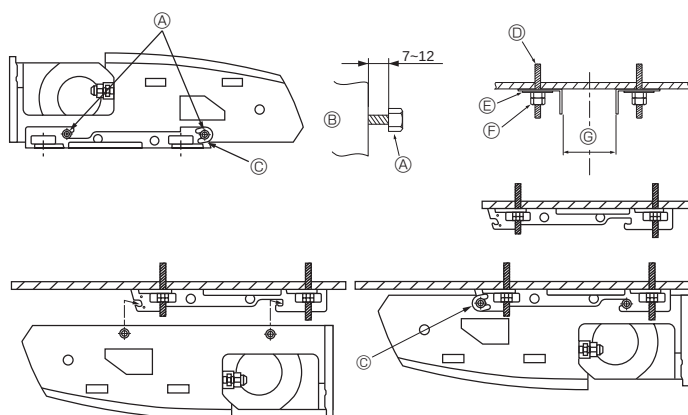

Fig. 3-6
2) Першочергове встановлення підвісного кронштейна на стелі (Fig. 3-6)